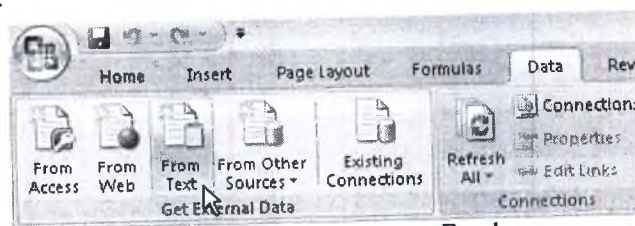

Рис. 6.3.1. Опция «Из текста» в Excel
- ➔ Откройте Excel и выберите опцию «Из текста» (From text) в меню данных, как показано на рис. 6.3.1.